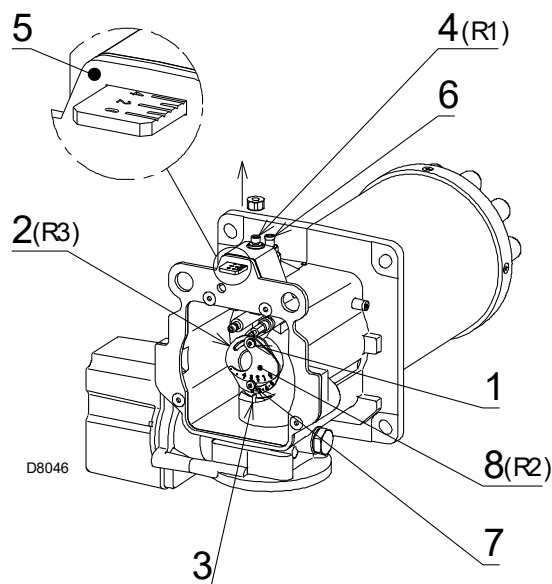

Fig. 19
- Girar el tornillo 4)(Fig. 19) hasta que coincida la muesca encontrada con el plano delantero 5) de la brida.
Para facilitar la regulación, aflojar el tornillo 6)(Fig. 19), regular y después bloquear.
- Girar el parcializador 8)(Fig. 19) hasta que coincida la muesca encontrada con el tornillo 1).
- Aflojar los tornillos 1) y 7)(Fig. 19) girar la tuerca 2) hasta que coincida la muesca hallada con el índice 3).